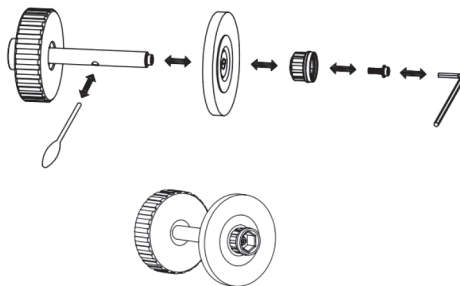

Fig. 6
C. Monte y reemplace el cepillo de metal estrecho con el cepillo de plástico estrecho. Consulte la Fig.6